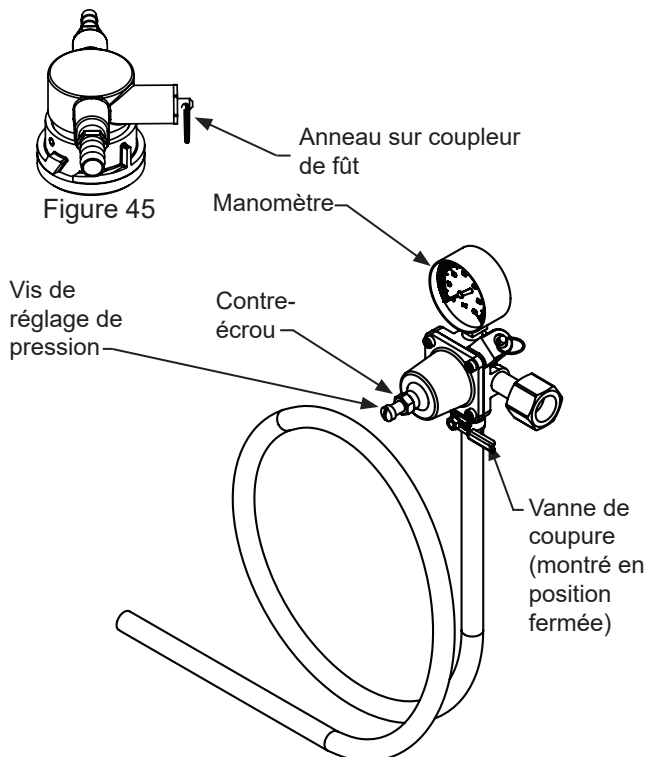
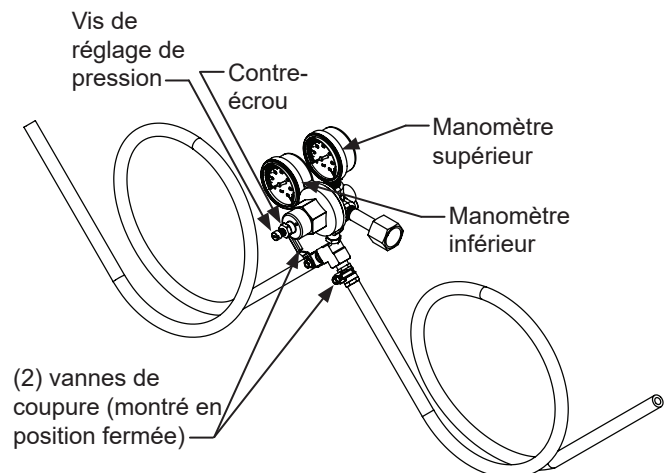
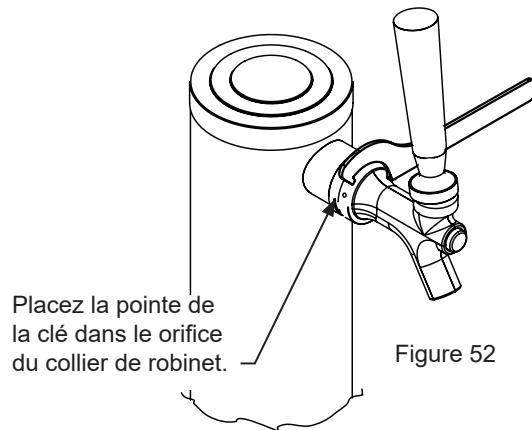

Figure 46 (Régulateur pour tour de distribution simple)
Figure 47 (Régulateur pour tour de distribution double)
Figure 52
Ôtez le bouchon de mousse du trou de hublot comme c'est montré en Figure 46, et passez la conduite rouge de gaz au travers de la paroi arrière, et hors du cache serpentín à l'intérieur du meuble. Connectez la conduite rouge de gaz au coupleur du fût de bière.
Rebouchez le trou à l'arrière du meuble avec le bouchon en mousse (Voyez la Figure 47).
2. Assurez-vous que la poignée de vanne est ferme sur la tour (voir la Figure 47).
Arrêtez l'arrivée de gaz au robinet de coupure sous le régulateur (Voyez la Figure 46 ou Figure 47), et ouvrez le robinet de bière pour relâcher la pression. Pour ôter le robinet de la tour, utilisez la clé tricoise fournie. Placez la pointe de la clé dans le orifice sur le collier du robinet, et tournez en sens horaire ⤵ pour démonter le robinet (Voyez la Figure 52).